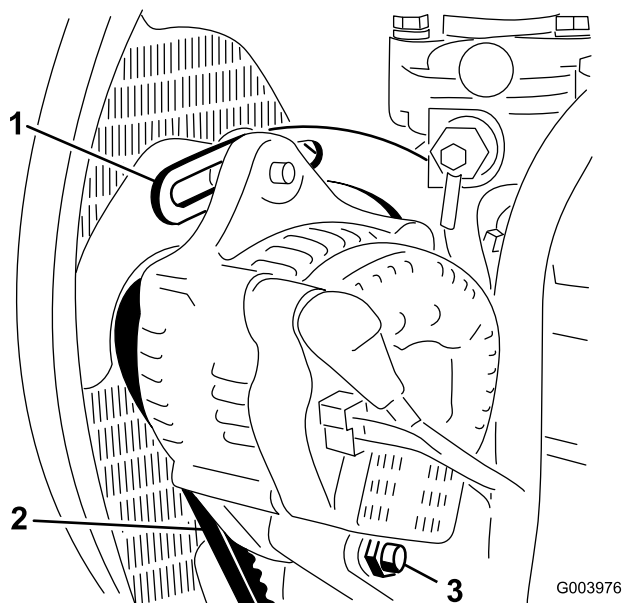

Figura 74
2. Verifique tensão da correia do alternador, premindo-a (Figura 74) até metade entre as polias do alternador e do cárter com uma força de 10 kg.
3. Desaperte o parafuso que segura a braçadeira ao motor (Figura 74), o parafuso que segura o alternador à braçadeira e o parafuso de articulação.